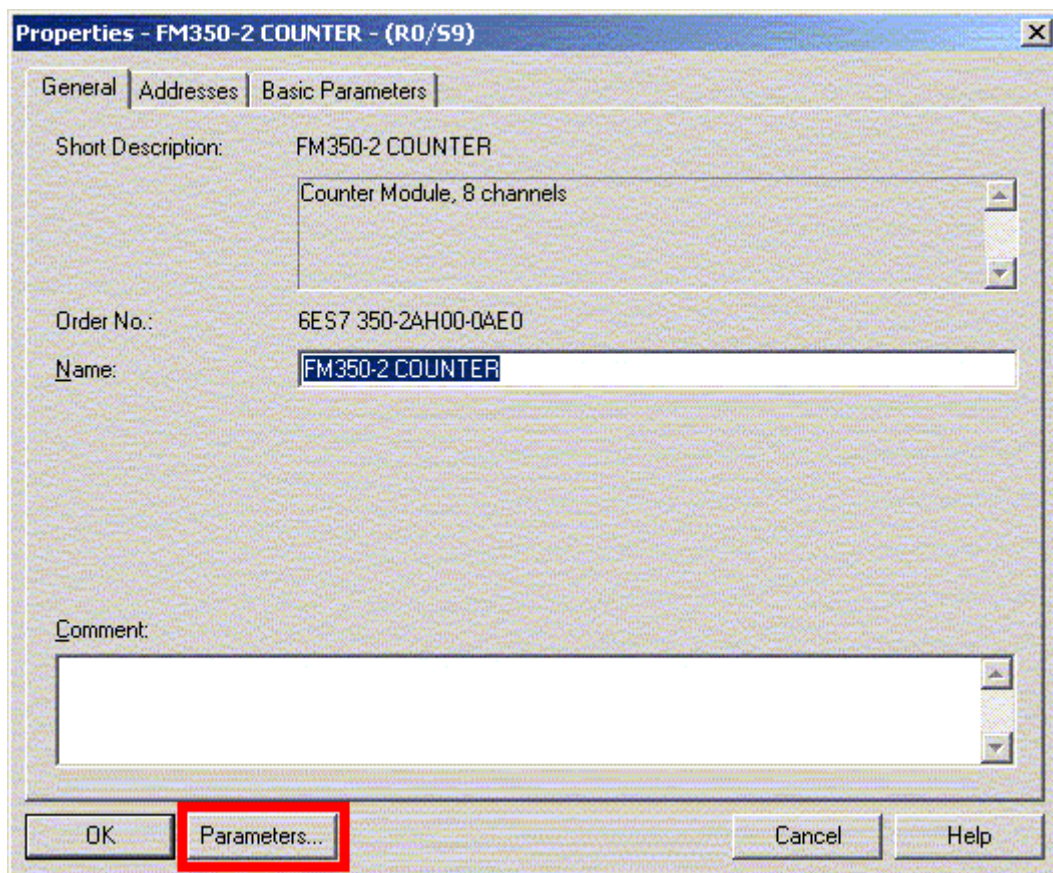

图 11
- 在“属性 - FM350-2 计数器”窗口中按“参数”按钮，如图11所示；